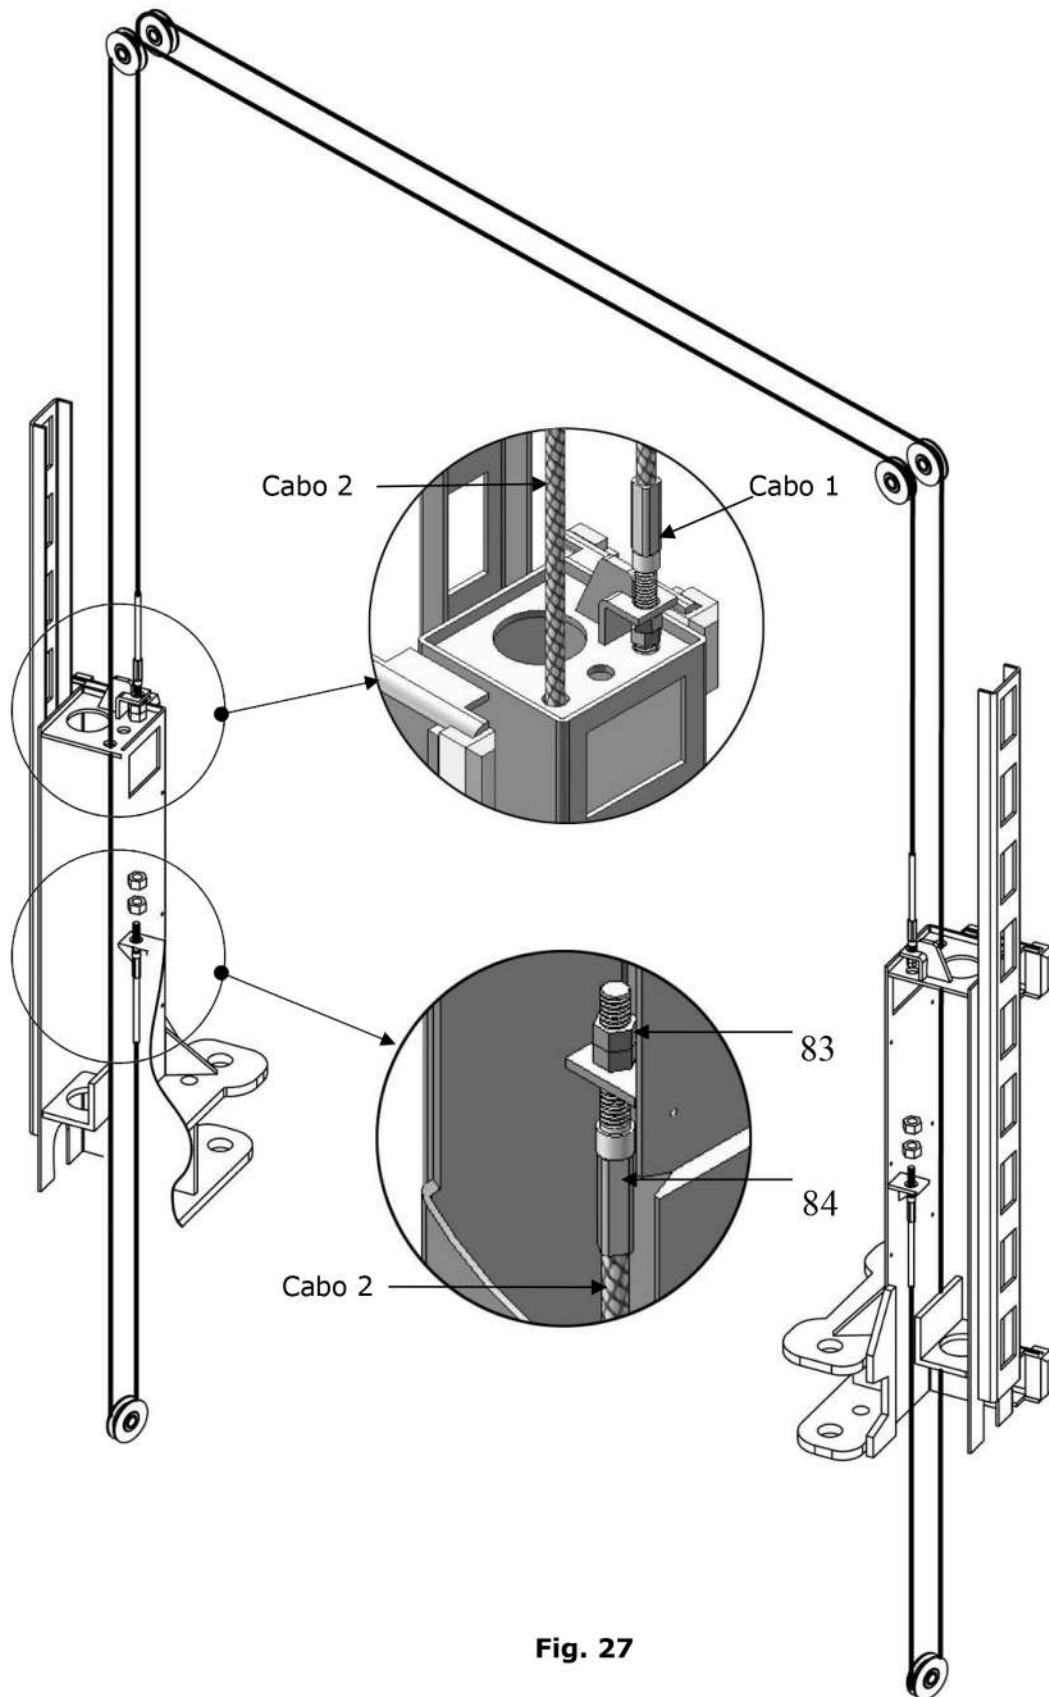

Fig. 27
2.2 Cabo de conexão para ajuste alto (Ver Fig. 27).